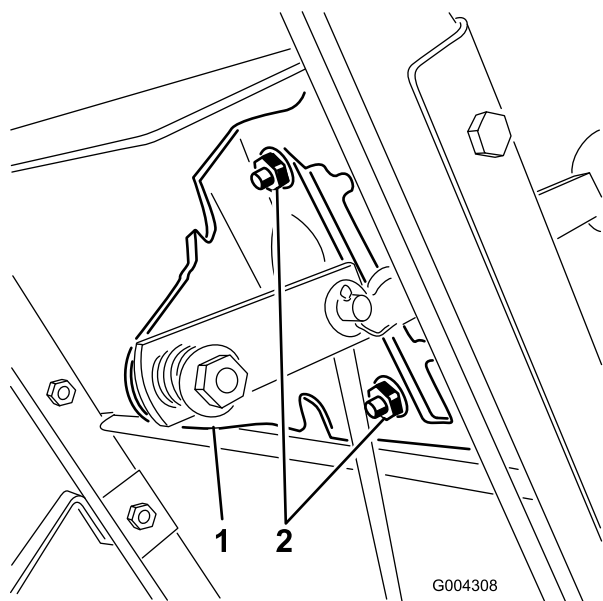
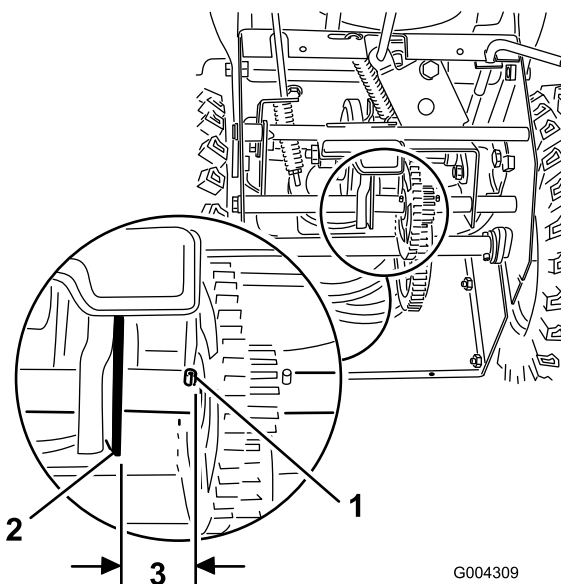

Figura 23
Figura 24
- Allentate i dadi flangiati che fissano la piastra del selettore al pannello di comando (Figura 23).
spostatate la piastra del selettore (Figura 23) fino ad ottenere una luce di 3 mm (Figura 24).